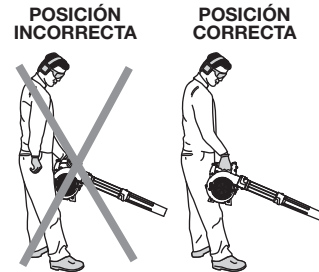

Fig. 15
**ADVERTENCIA:** Evite los arranques accidentales. Colóquese en posición de inicio cuando tire de la cuerda de arranque (Fig. 15 o 16). El operador y la unidad deben estar en una posición estable al arrancar la unidad para evitar graves lesiones personales.
- Sujete la sopladora con la mano derecha.** Cuando la unidad esté funcionando, no se pare en el lado derecho de la sopladora (Fig. 15). Si lo hace, bloqueará la entrada de aire y ello afectará el funcionamiento de la unidad. Párese, por el contrario, sobre el lado izquierdo de la unidad para aumentar al máximo la eficiencia de la unidad (Fig. 15).